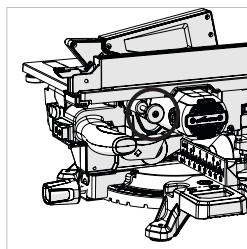

Fig. 4
- Saque el seguro (Fig. 4) para liberar el motor.